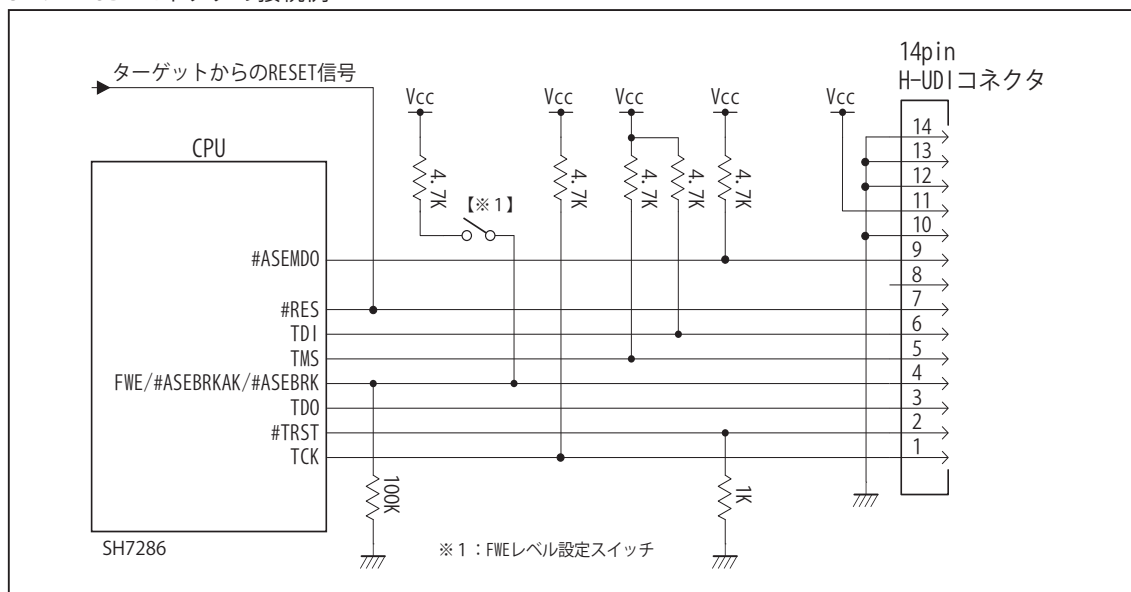

図5. H-UDI コネクタ接続図 (SH7286)
- ・図5に記載されている抵抗値は参考値です。
- ・FWE 端子 (入力端子) は #ASEBRKAK/#ASEBRK 端子 (入出力端子) とマルチプレクサされています。そのため FWE 端子のレベル設定は Vcc や GND に直結せず、図5のようにプルアップ/プルダウン抵抗で行って下さい。